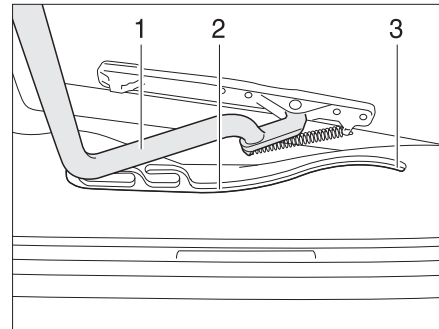

Fig. 43 Lanterneau Heki, glissière
- Tirer l'étrier (Fig. 43,1) dans les glissières (Fig. 43,2) jusque dans la position la plus reculée (Fig. 43,3).
- Pousser l'étrier (Fig. 43,1) légèrement vers le haut avec les deux mains.
- Tirer l'étrier dans les glissières (Fig. 43,2) jusqu'à la position souhaitée.